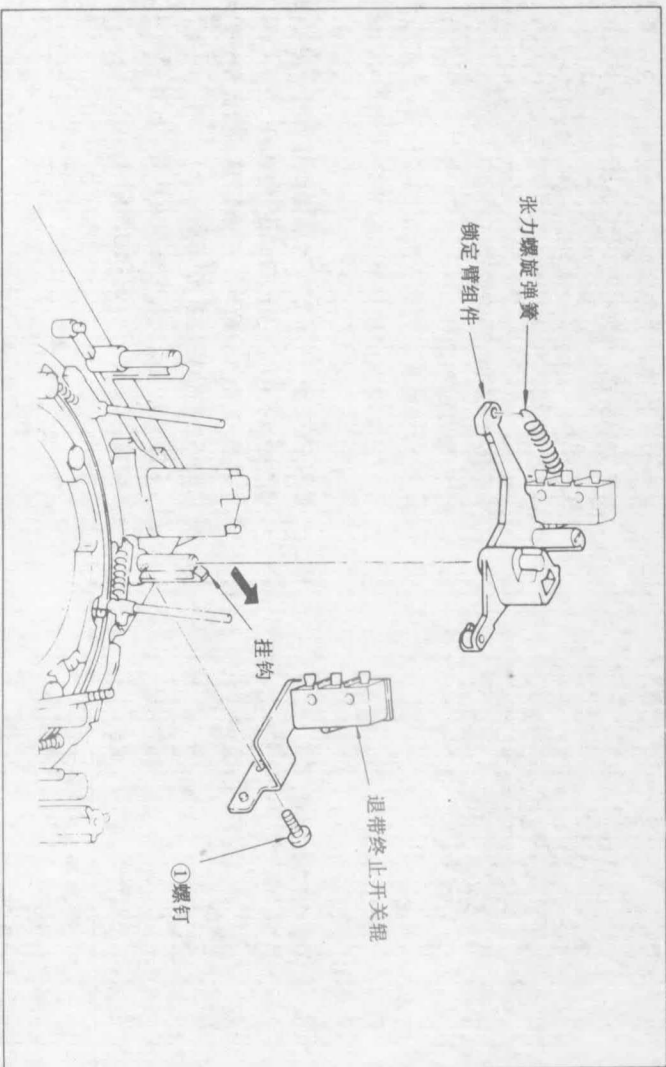

图 34 拆卸穿带终止开关及锁定臂组件
- 1) 卸下固定臂组件的弹簧。(参看 3-15-(1)项。图 34)。
- 2) 卸下止动垫圈①及环形辊②③。